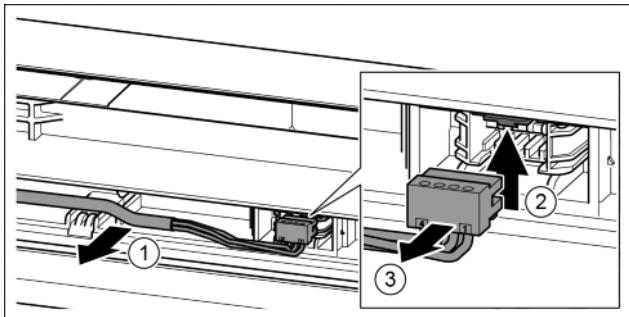

Fig. 24
- Внимателно освободете сивия кабел от водача във вратата. Fig. 24 (1)
- Натиснете езичето нагоре. Fig. 24 (2)
- Внимателно издърпайте щепсела. Fig. 24 (3)